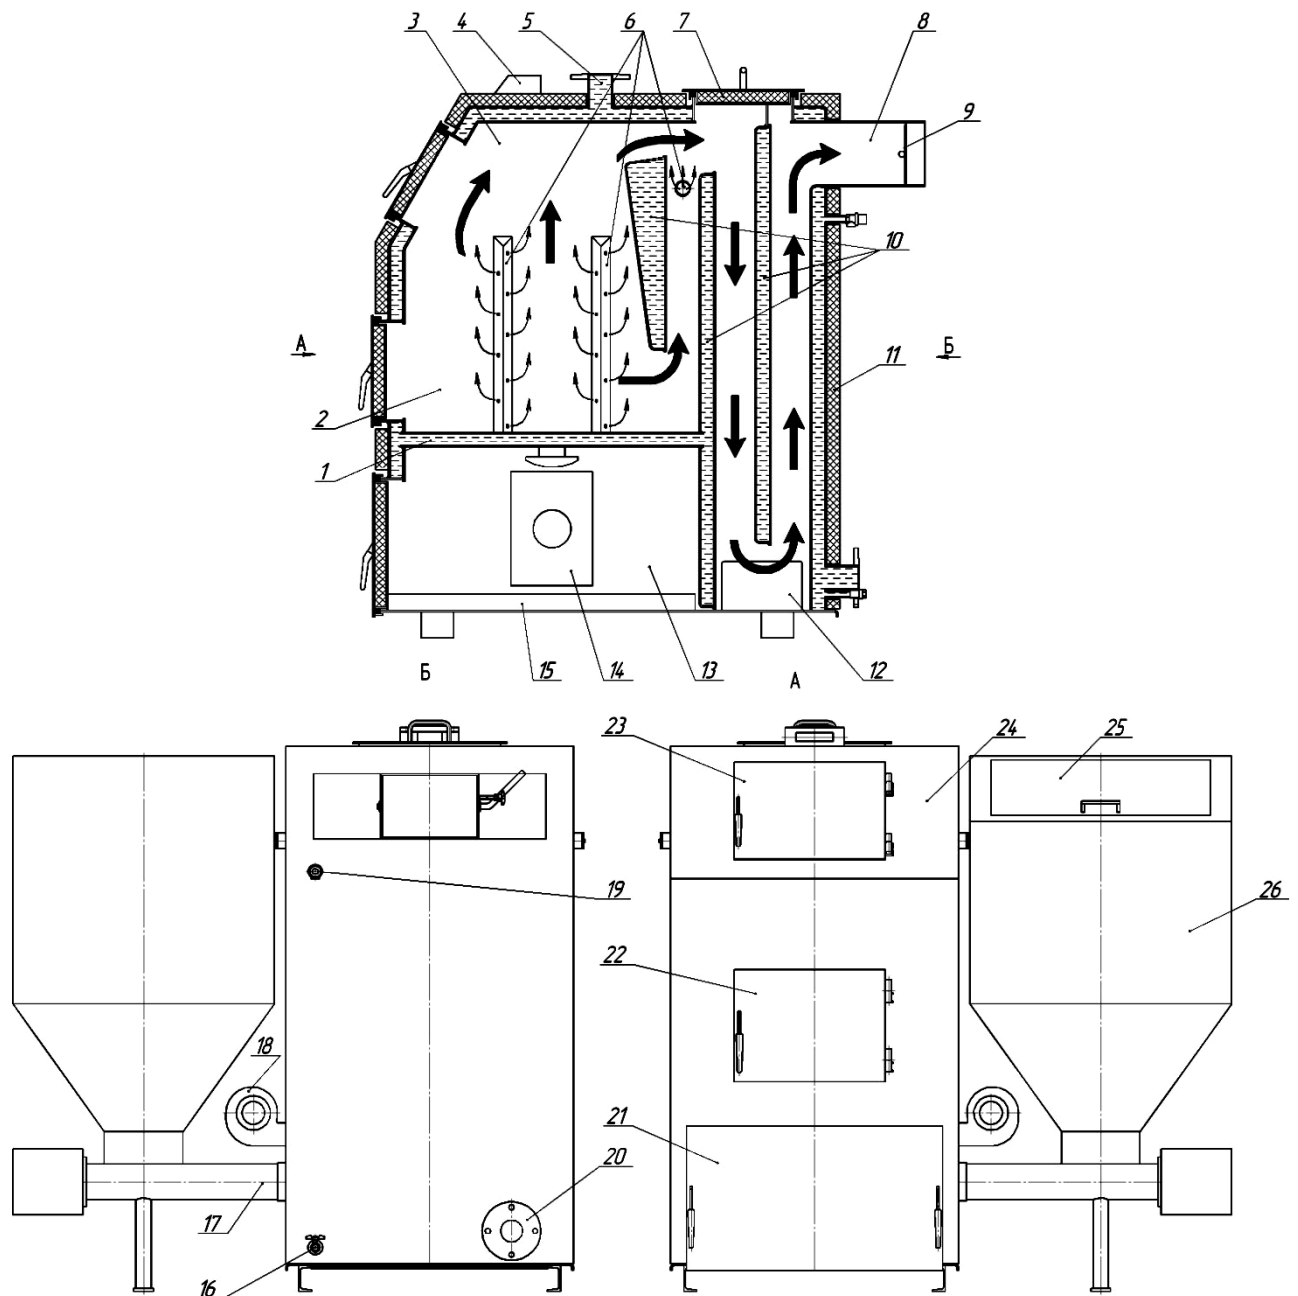

Рис.1 Будова котлів «Дуо»
5.1 Котел виконаний у вигляді шафи прямокутної форми зі скосом спереду, що встановлюється на підлозі (Рис.1) і складається з наступних основних частин: конвективно - контактного сталюого теплообмінника 3 з камерою згоряння (топкою) 2, яка охолоджується водою і перегородкою прямою 10, димоходу 8 з шибром газоходу поворотним 9, колектора 6,
Подачу повітря, в кількості необхідній для якісного згорання палива, забезпечує вентилятор 18 (Рис.1), забезпечує а вимикає і вмикає його, контролюючи тим самим інтенсивність горіння палива і, відповідно, підтримуючи задану температуру котлової води, мікропроцесор 4. Також мікропроцесором 4 відбувається контроль подачі палива з бункера 26 до пелетного пальника 14 за допомогою мотор-редуктора. Спочатку повітря, надходить в камеру 13 по всій його довжині і, в якості **первинного повітря**, рівномірно поступає до палива знизу по всій площі топки. Проходячи через шар палива **первинне повітря** забезпечує горіння палива по всьому його об'єму і одночасно. Таке горіння по своїй природі близьке до піролізу. Одночасно повітря з камери піддувала, через колектори подачі вторинного повітря 6, поступає в простір над паливом, що горить (зона полум'я) в якості **вторинного повітря**, чим забезпечується догорання продуктів неповного окислення палива (особливо оксиду вуглецю CO та сажі) які утворюються при піролізі палива. Оскільки **вторинне повітря** поступає в простір над паливом, останнє інтенсивніше вигорає **зверху**.